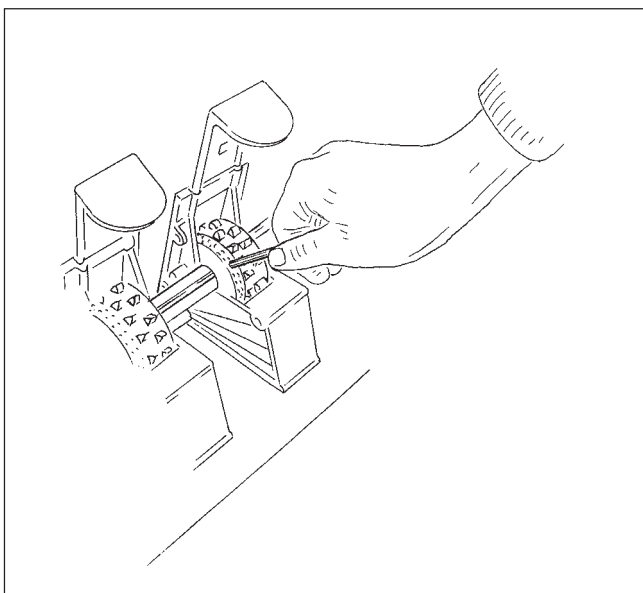

Рис. 7.25
- Высевājие катушки (см. Рис. 7.25) закрепите на валике высевājей аппаратуры. Для этого стопорный винт вкрутите в высевājую катушку настолько, чтобы высевājая катушка легко, с небольшим люфтом закрепи́лась на валике. Слишком крепко втянутые стопорные винты перетягивают высевājую катушку.